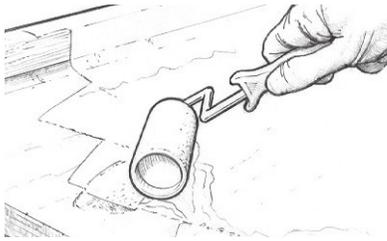

Figura 21 Impregne las superficies porosas antes de aplicar el compuesto de carenado.
2. Impregne las superficies porosas con epóxico sin espesar (Figura 21).